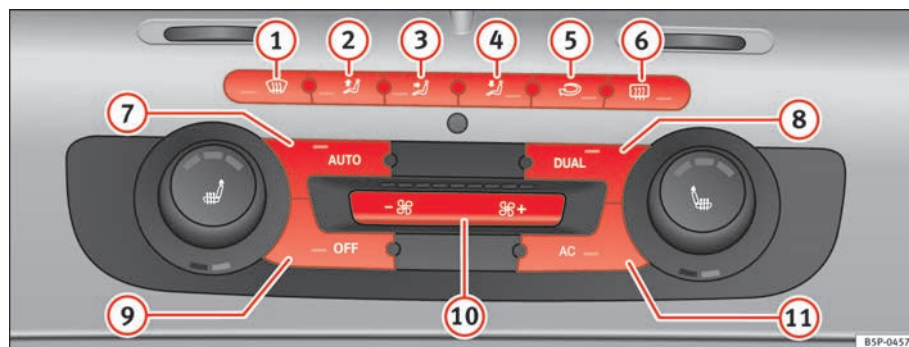

Abb. 131 In der Instrumententafel: Bedienelemente 2C-Climatronic
⇒ Abb. 131 9 bzw. 10.
- Die Taste  drücken ⇒ Seite 168, Abb. 131. Am Display des Radios wird „AUTO High“ angezeigt (hohe Gebläsestufe).
- Erneut die Taste  drücken ⇒ Seite 168, Abb. 131. Am Display des Radios wird „AUTO Low“ angezeigt (niedrige Gebläsestufe).